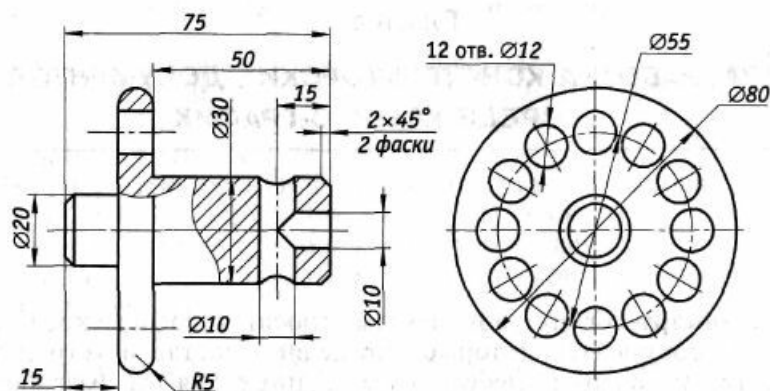

Рис. 1.12. Выполнение чертежа с использованием команд
Упражнение 1.12. Создание чертежа с использованием команд *Усечь кривую* и *Вывести по границе* (рис. 1.12).
2. Приведите изображение чертежа вала в соответствие с чертежом, изображенным на рис. 1.12.